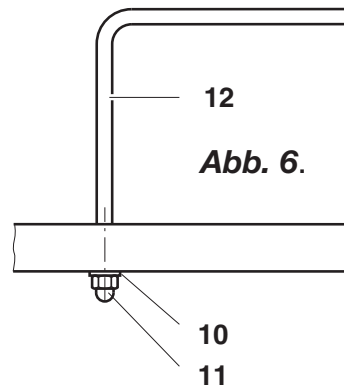

Abb. 6.
- Matratzenbügel **12** in Bettrahmen stecken, mit Scheiben **10** und Hutmutter **11** befestigen, **Abb. 6.**